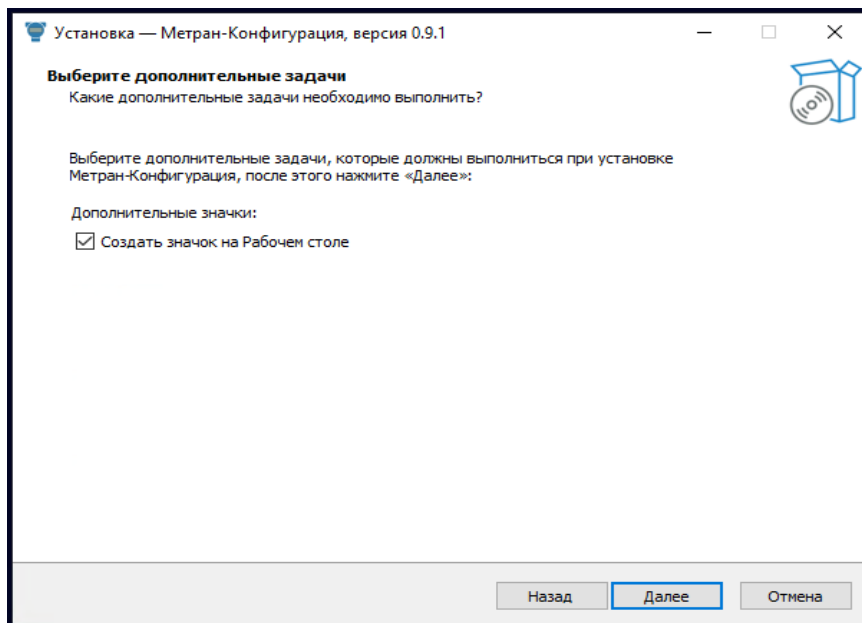
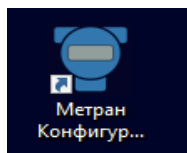

Рис. 5 Окно установщика с выбором выполнения дополнительных задач
Рис. 10 Ярлык ПО Метран-Конфигурация
4. Нажмите кнопку *Далее*. Появится следующая страница установщика с выбором для выполнения дополнительных задач установщику (рис. 5). Можно установить галочку для выполнения дополнительной задачи - *Создать значок на Рабочем столе*:
Ярлык ПО *Метран Конфигурация* появится на рабочем столе (рис. 10), если при установке ПО на странице установщика с выбором для установки выполнения дополнительных задач (рис. 5), установлена галочка для выполнения дополнительной задачи - *Создать значок на Рабочем столе*.